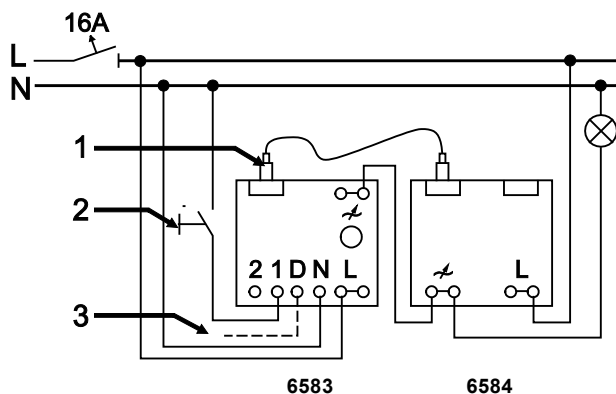
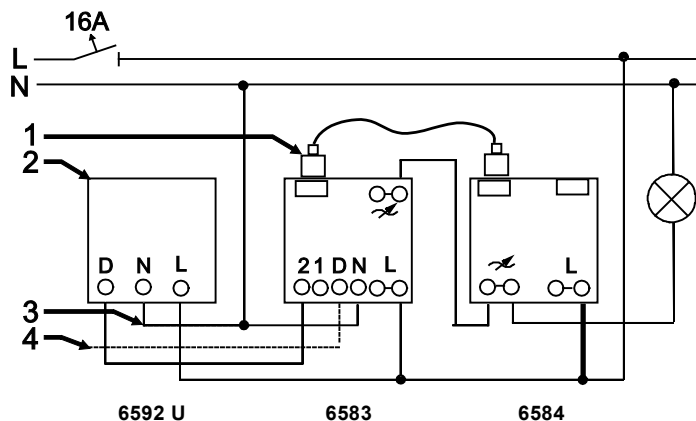

Рис. 4: Расширение мощности центрального светорегулятора 6583 с силовым блоком 6584, режим однопозиционной кнопки
Рис. 5: Расширение мощности центральных светорегуляторов 6583 с силовым блоком 6584, режим регулятора
1. Соедините светорегулятор 6583 и силовой блок 6584 с помощью линии передачи данных RJ12; см. Рис. 4 и Рис. 5.